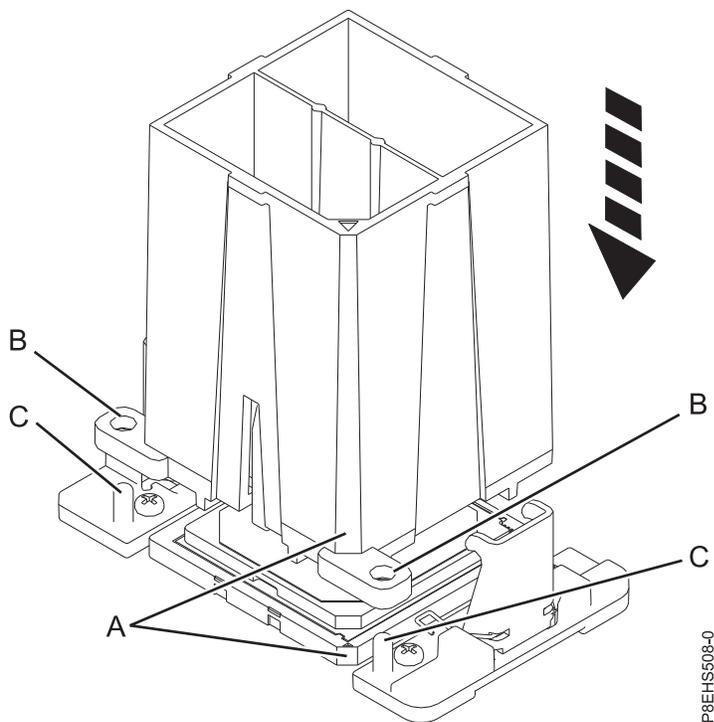

図 126. 取り外しツールをシステム・プロセッサ・モジュールの上を下ろす
- a. 提供されている取り外しツール (部品番号 01AF101) を使用して、ツールの斜めになっている隅 **(A)** を、システム・プロセッサ・モジュールの斜めになっている隅と位置合わせします (113 ページの図 126 を参照)。